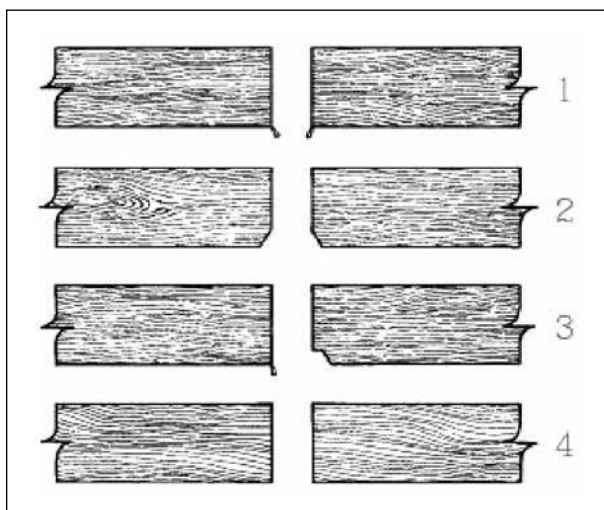

Fig.15
Om splintervrij werk te verrichten, is het aanbevolen het voorritszaagblad perfect uit te lijnen en af te stellen op het hoofdzaagblad. Voor de zijdelingse aanpassing, draai de instelknop (6) in wijzerzin voor links en de andere richting voor rechtse aanpassingen. Na dit te hebben gedaan, sluit de klemhendel (8). Het voorritszaagblad is een tweedelig zaagblad met tussenringen wat een grote variëteit aan diktes toelaat en makkelijk is aan te passen aan elke werksituatie. Bij voorkeur het voorritszaagblad tot 0,05 mm dikker dan het hoofdzaagblad instellen. Probeer de instellingen eerst uit tot het volbrengen van een perfect resultaat (fig. 15 en 16).